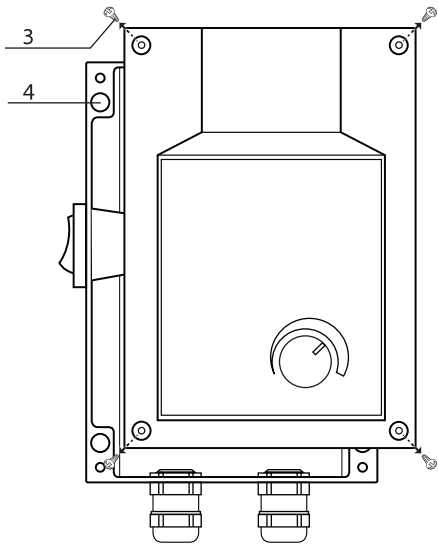

Рис. 2
- Снять переднюю крышку прибора, отвинтив саморезы — **3** (см.рис. 2);
- Закрепить регулятор на поверхности при помощи крепежных отверстий — **4** (см. рис. 2) в задней стенке прибора (см.рис. 2);